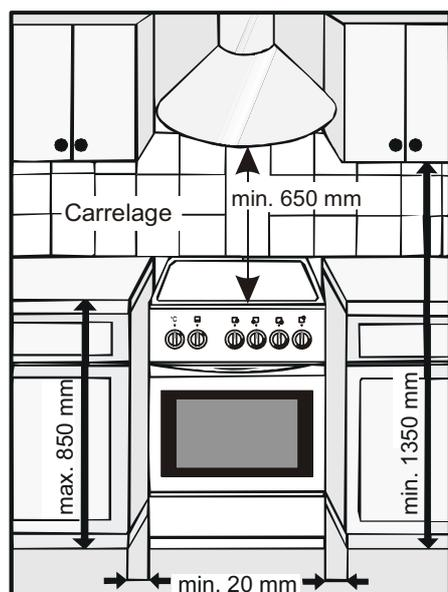

Fig. 4
- En plaçant la cuisinière entre les meubles de cuisine, faire attention à ce que la distance minimale entre les parois latérales de la cuisinière et des meubles soit de 20mm (fig. 4).